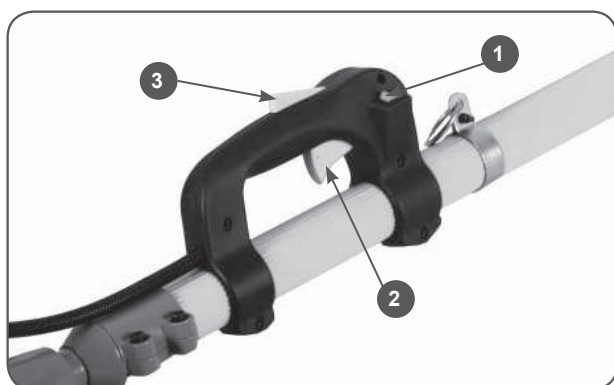

Рис.8
Нажмите и установите выключатель(1) Рис.8 в положение «I» т.е. «Включено»
Нажмите на стопорный рычаг (3) и курок газа (2) Рис.8. Удерживая рычаги в нажатом состоянии, потяните за рукоятку стартера, пока не почувствуете сопротивление. Затем произведите резкий рывок 1-2 раза. Двигатель должен запуститься.
Для мгновенной остановки двигателя переведите выключатель (1) в положение «O» Рис.8.